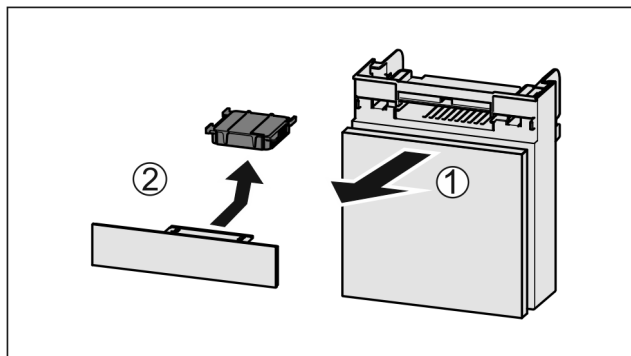

Fig. 123
- Издърпайте Fig. 123 (1) напред от отделениято.
- Извадете Fig. 123 (2) филтър с активен въглен.